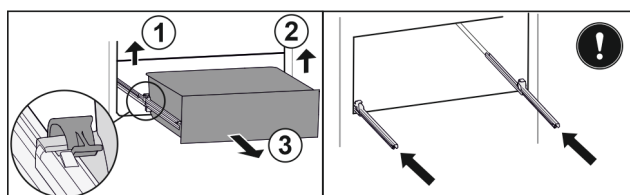

Fig. 92
- Nadvihnite ľavú svorku a súčasne ťahajte zásuvku vľavo dopredu. Fig. 92 (1)
- Nadvihnite pravú svorku a súčasne ťahajte zásuvku vpravo dopredu. Fig. 92 (2)
- Odoberte zásuvku dopredu. Fig. 92 (3)